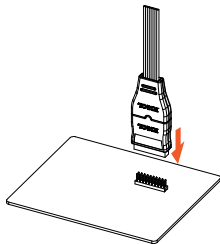

图 1
- ◆ 方法一：用户可将 RPL2316 与预留在待测设备上的双排金针直接连接，此时，RPL2316 必须保留适配器的连接。如图 1 所示。